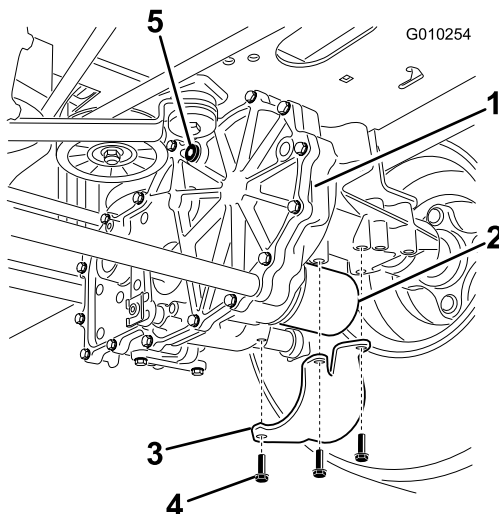

Figure 53
2. Trouvez le filtre et les protections sur chaque transmission de la boîte-pont (Figure 53). Retirez les trois vis de fixation de la protection et enlevez la protection.